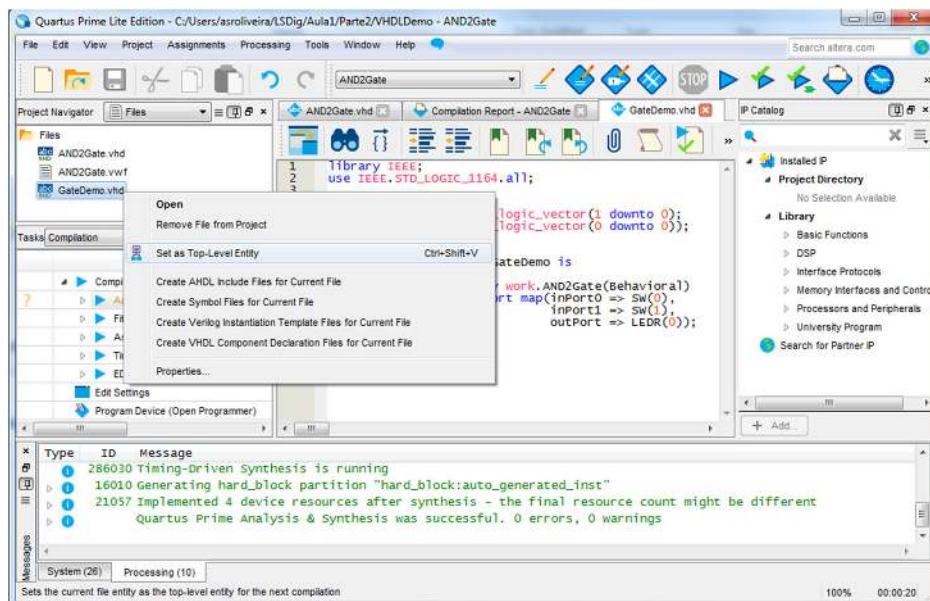

Figura 41 – Alteração do módulo *top-level* para o “GateDemo.vhd”.
12. Altere o ficheiro *top-level* do projeto (ficheiro “principal” que inclui todos os outros e portanto está no nível hierárquico mais elevado do projeto) de acordo com a Figura 41. O *top-level* deixa de ser o “AND2Gate.vhd” e passa a ser o “GateDemo.vhd”.